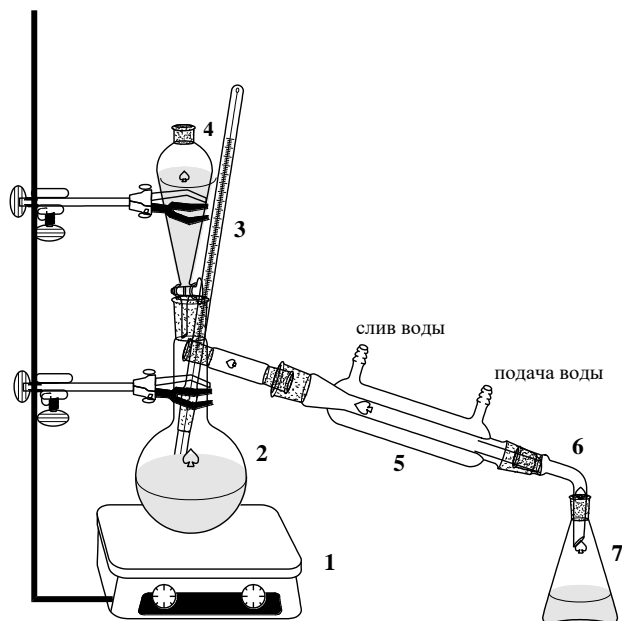
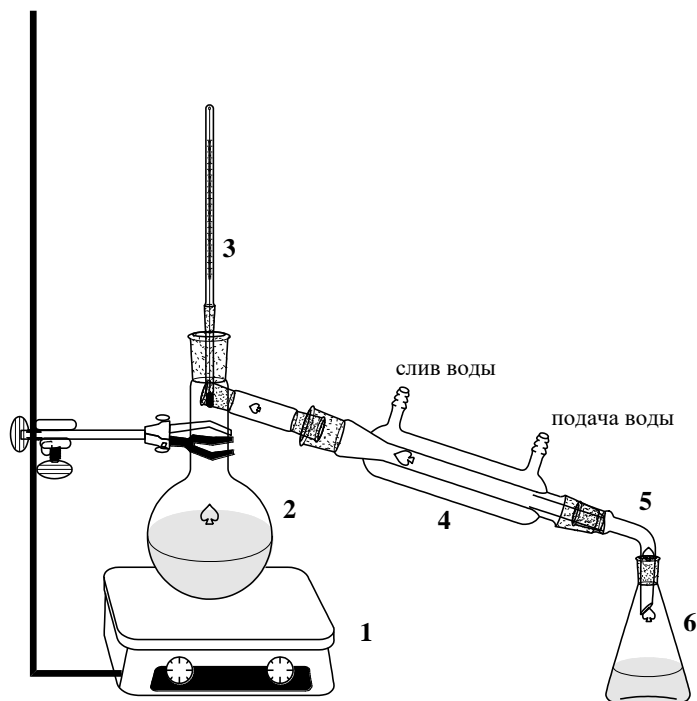
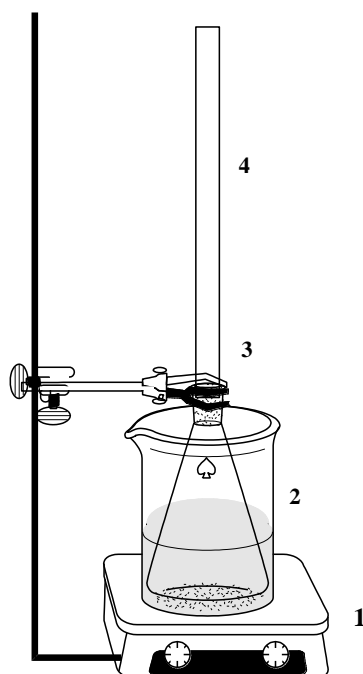

Рис. 1. Схема установки для проведения этерификации для получения эфира с температурой кипения ниже $100\text{ }^{\circ}\text{C}$.
Рис. 3. Схема установки для перегонки
Рис. 4. Схема установки для омыления
Схема установки для проведения синтеза изображена на рис.1.
Схема установки для проведения синтеза изображена на рис.3.
Схема установки для проведения синтеза изображена на рис.4.
3. Схема установки (рис.1 или 2, рис.3, рис.4)
5. Уравнение основной реакции (для своего спирта в соответствии с вариантом, формула (1)).
6. Уравнение побочных реакций (для своего спирта в соответствии с вариантом (2)).